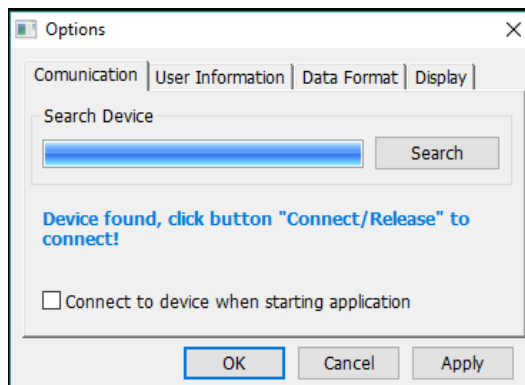

Fig. 2.6-4 Connessione configurata correttamente
- Al termine della ricerca compare la scritta **Device found** (Fig.2.6-4); cliccare su **OK** per confermare.